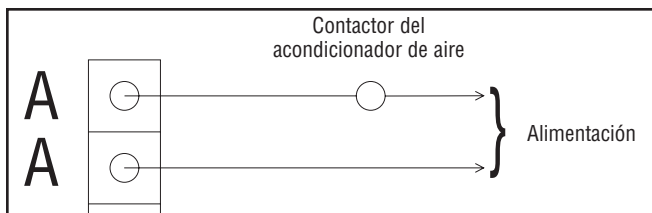

Figura 5 — Terminales "A-A"
2. Los terminales "A-A" del módulo de control se utilizan para controlar el conector del acondicionador de aire. Los contactos se conectan en serie con el circuito de control del conector del aire acondicionado (Figura 5).